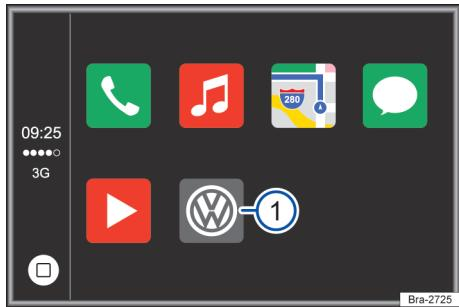

Fig. 116 Menu Apple CarPlay™.
- Na operação do Apple CarPlay™, tocar na superfície de função → Fig. 116 ①, para acessar o App-Connect no menu principal.